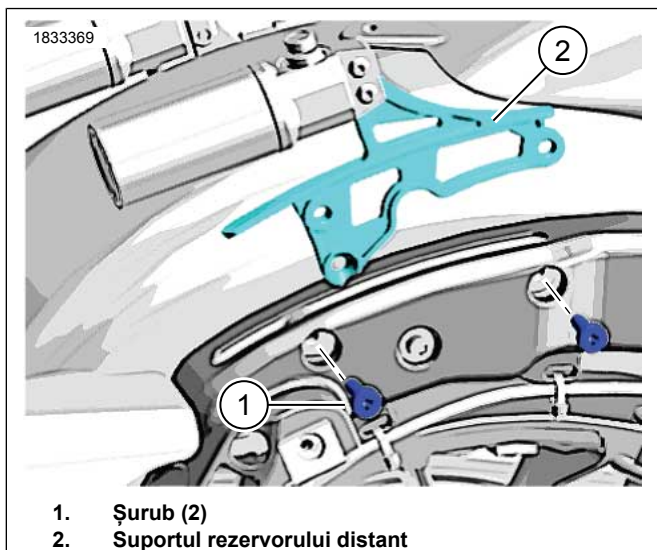

Figura 2. Scoateți suportul rezervorului distant
1. A se vedea figura 2. Scoateți șuruburile (1). Aruncați-l.
2. Scoateți suportul rezervorului distant Echipament original (OE) (2).